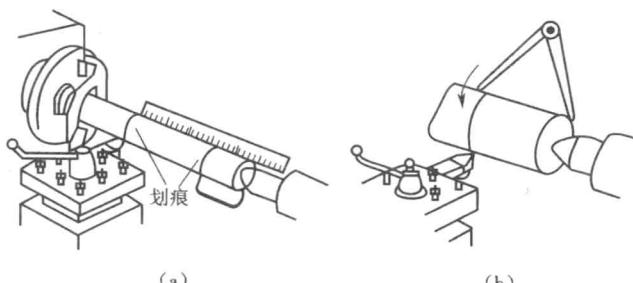

图 1-11 画刻线痕确定车削长度
c. 为了确保外圆的车削长度,通常先采用刻线痕法确定切削长度(图1-11),车削后用量具进行测量,即在车削前根据需要的长度,用钢尺、样板、卡钳及刀尖在工件表面上刻一条线痕,然后根据线痕进行车削。当车削完毕时,再用钢尺或其他量具复测。
③ 刻度盘的计算和应用。